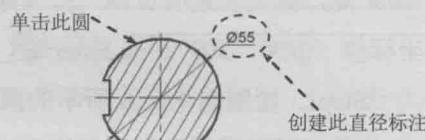

图 1.1.20 创建直径标注
Step2. 创建直径标注。选择下拉菜单 $\text{标注}(\text{Q}) \rightarrow \text{直径}(\text{D})$ 命令，单击图 1.1.20 所示的圆，在绘图区的空白区域单击，以确定尺寸放置的位置。